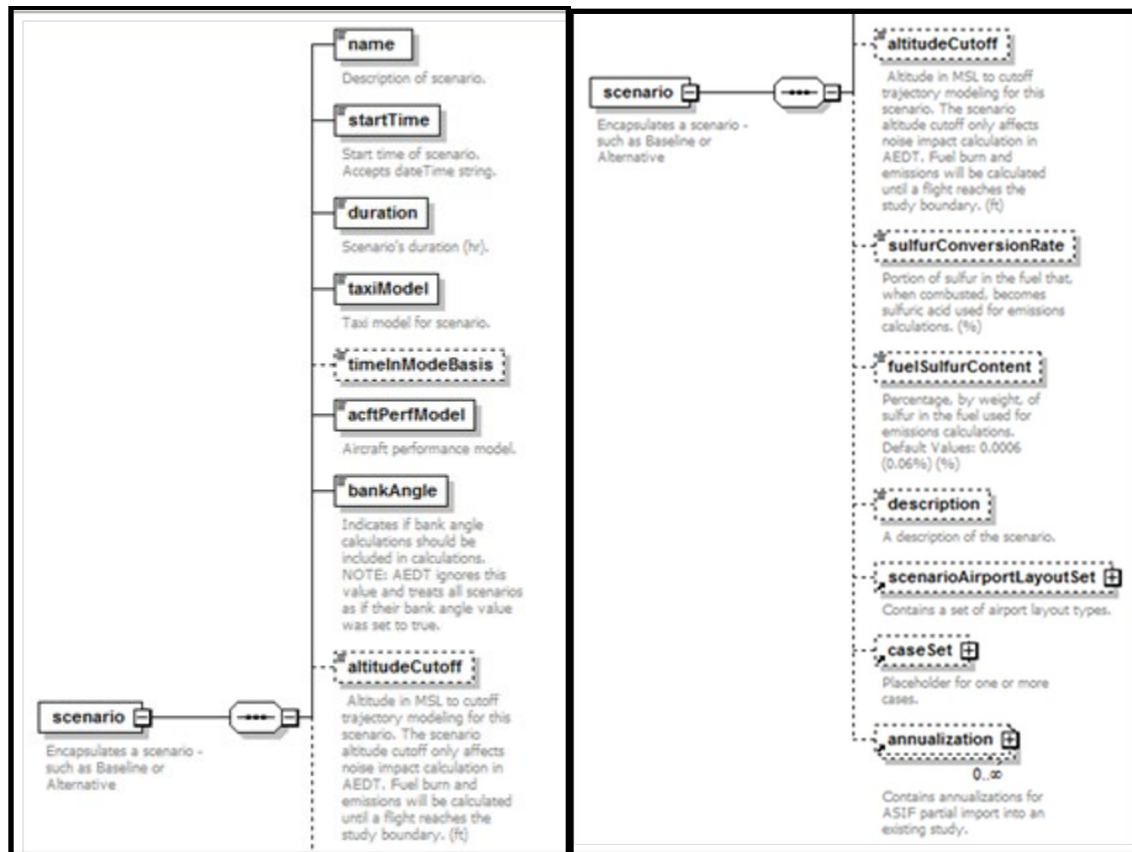

Figure 53. XML element scenario
6. **AsifXml/study/scenario** (Figure 53):